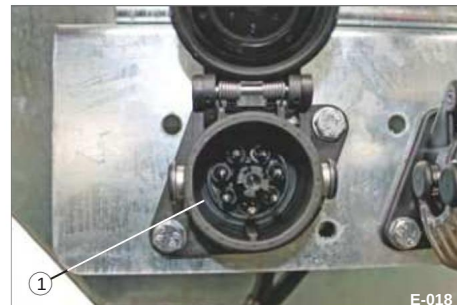

Fig. 19 EBS/ABS-stikdåse nederst til venstre
• Sæt det nødvendige 12 V- eller 24 V-stik i de nederste multivolt-stikdåser (fig. 19/1 & fig. 20/1) på konsollen.